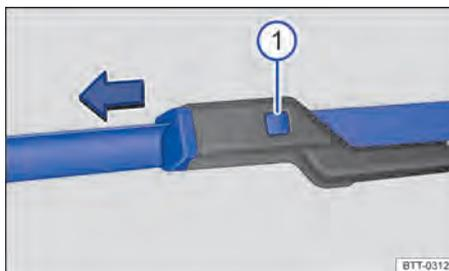

Fig. 147 Substituir as palhetas dos limpadores dos vidros do para-brisa.
- Manter o botão de destravamento pressionado e, ao mesmo tempo, puxar a palheta dos limpadores dos vidros para fora, no sentido da seta → Fig. 147 ❶.